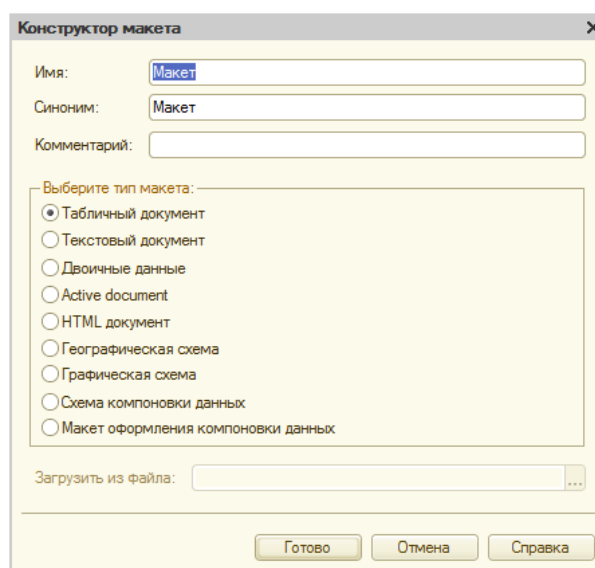

Рисунок 9.2- Создание макета для отчета
3. Перейдем на закладку формы редактирования объекта **Макеты** и нажмем на кнопку **Добавить**. Появится окно конструктора макета, где нам предложат задать его имя (оставим имя по умолчанию – **Макет**), и тип макета – нас устроит **Табличный документ**, Рисунок 9.2.